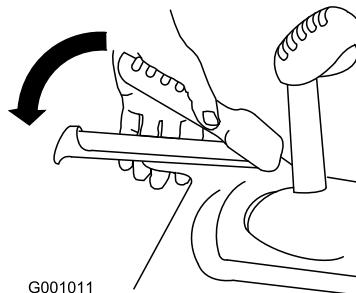

Figura 37
- Innestate la leva della trazione e mantenetela in posizione (Figura 37).